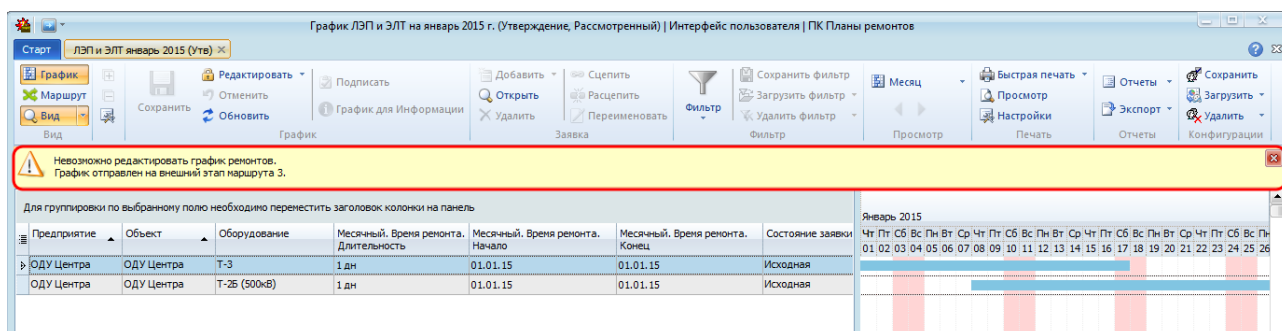

Рисунок 10.62 – Отображение информации о том, что график ушел на внешний маршрут
- если график находится в состоянии «Рассмотренный» и отправлен на внешний маршрут, пользователь не наделен правом «Сброс подписей на маршруте графика», то при нажатии на кнопку « Редактировать» выводится предупреждающее сообщение (Рисунок 10.62);